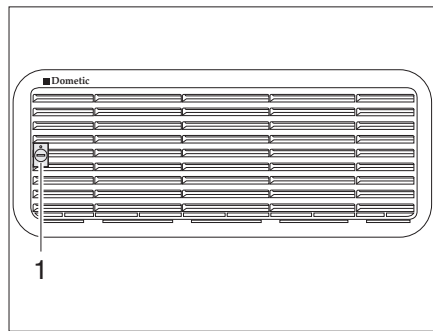
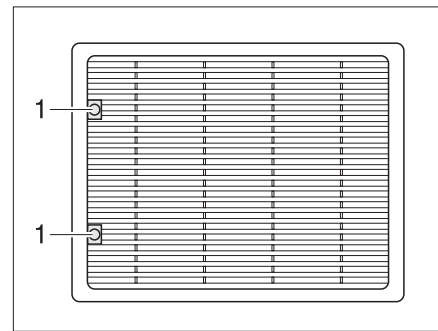

Fig. 241 Grille d'aération du réfrigérateur (Dometic petit)
Fig. 242 Grille d'aération du réfrigérateur (Dometic grand)
- Tourner la vis (Fig. 241,1 ou Fig. 242,1) d'un quart de tour à l'aide d'une pièce de monnaie.